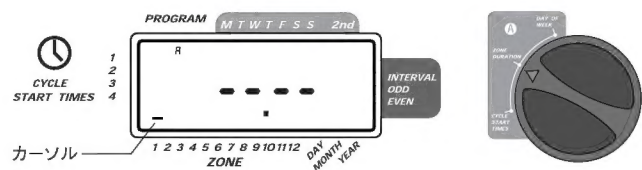

図5:プログラムAの各散水ゾーンの散水時間設定
- ダイヤルを設定しているプログラム(A又はB)のZONE DURATIONに合わせます。ディスプレイ左上にプログラムAまたはBどちらを選んだか表示され、左下のZONE(ゾーン)1と記された部分にカーソルが点滅します。(図5参照)